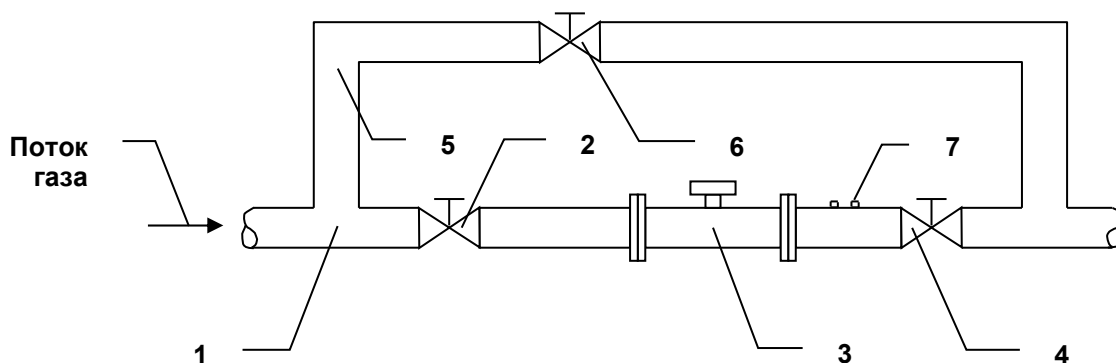

Рис. 4. Установка счетчика без перепускного канала
- 3.13.4. В трубопроводах с давлением до 16 атм применение перепускного канала необязательно. Для этого случая рекомендуется схема установки, приведенная на рис. 4. Наличие вентиля 2 является обязательным. Он позволяет отключить счетчик в случае его повреждения, облегчает ввод счетчика в эксплуатацию в протяженных или сложных трубопроводах.
- 6.1. До начала пуска счетчика все вентили на трубопроводе (см. рис. 4, 5) должны быть закрыты.
- 6.4. Пуск счетчика без перепускного канала (см. рис. 4)